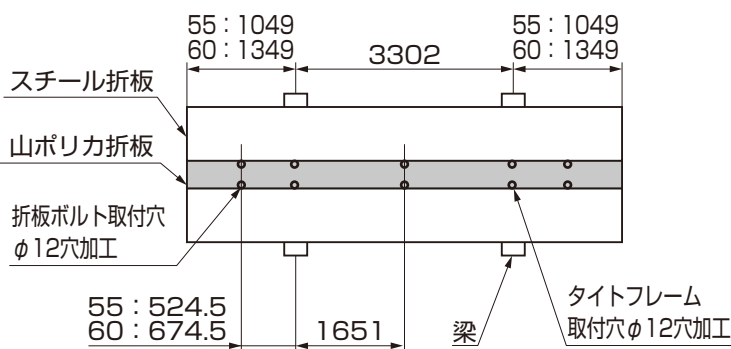
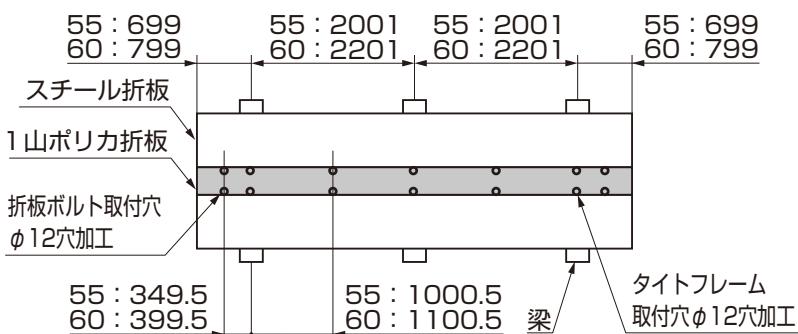

図2-1 穴加工位置(4本柱)
図2-2 穴加工位置(6本柱)
- ①スチール折板とポリカ折板に、タイトフレーム取付け用のφ12の穴加工をしてください。(図2-1、図2-2参照)
- ③ポリカ折板をルーフボルトキャップと折板固定用笠ワッシャーで固定してください。
- ④ポリカ折板と、ポリカ折板と隣接するスチール折板にφ12の穴加工をしてください。(図2-1、図2-2参照)